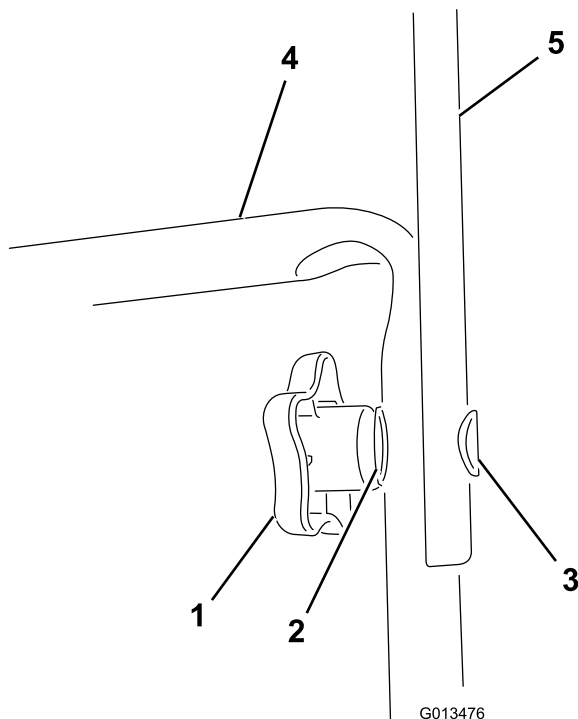

Bild 1
2. Befestigen Sie den oberen Holm mit den Holmhandrädern, Wellenscheiben und ovalen Schrauben am Holm der Maschine, wie in Bild 1 abgebildet.